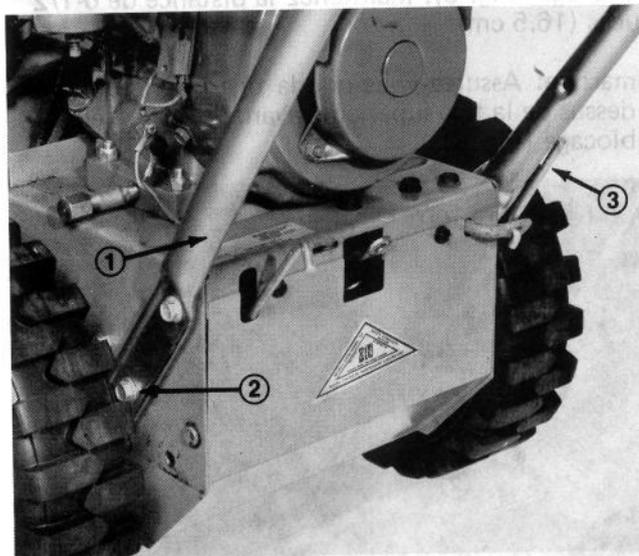

Figure 1
2. Enlevez les rubans d'attache qui relient les tiges de commande d'éjecteur aux mancherons. Alignez les trous de montage des mancherons avec les trous dans les plaques latérales, posez deux (2) vis à tête et serrez avec les doigts juste assez pour mettre le mancheron en position sur le côté gauche de la déneigeuse.
3. Placez la tige de commande de tarière inférieure dans la trou du bras de commande de tarière tel qu'illustré sur la figure 1 et laissez libre pour l'instant.
6. Posez les vis du mancheron droit, alignez le mancheron et serrez les vis du mancheron des deux côtés de la déneigeuse avec une clé de 1/2 pouce (Fig. 1).